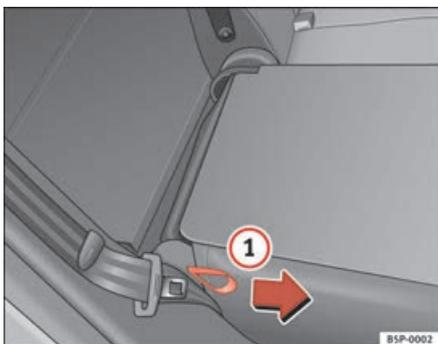

Abb. 99 Umklappen bzw. Aufrechtstellen der Rücksitzlehne
- Ziehen Sie an der Schlaufe auf der Seite des Sitzes ⇒ Abb. 99 **1**